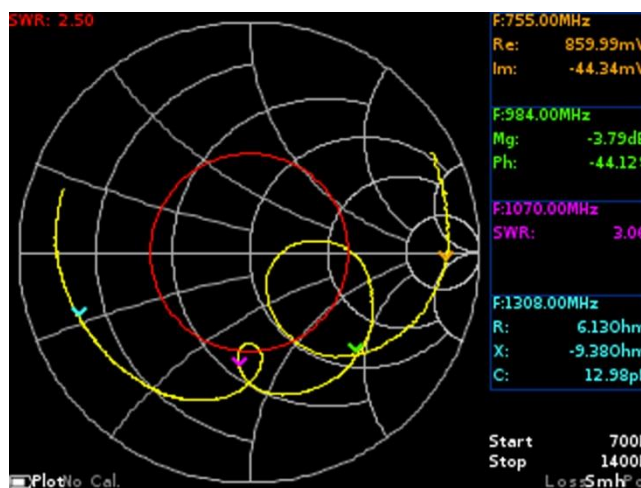

Рисунок 9.11 – Отображение параметров измеряемых маркерами величин
9.4.7. Включенный и установленный на определенную пользователем частоту маркер, будет отображаться на графике измерений соответствующим цветом. Параметры отображаемых маркерами величин отображаются рядом с графиком измерений и изменяются в реальном времени (Рисунок 9.11).